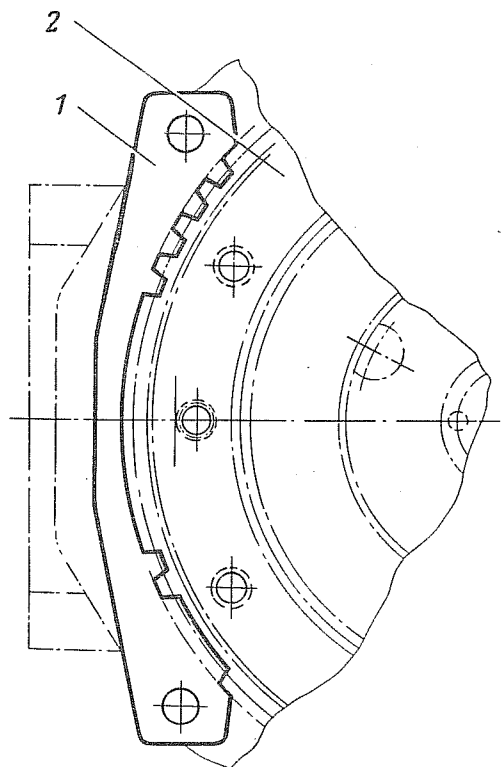
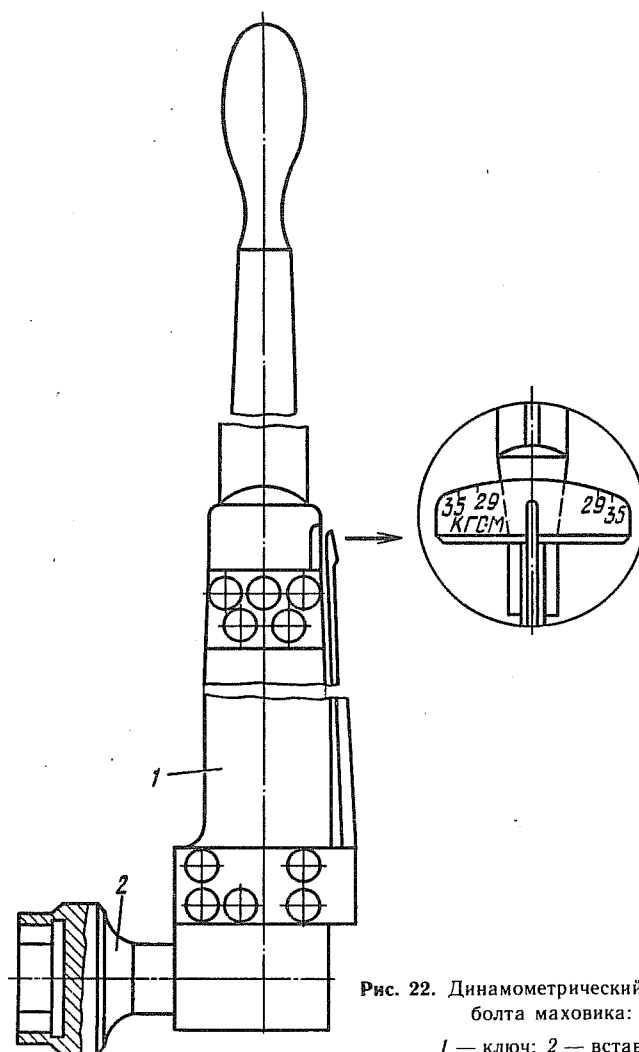

Рис. 19. Стопор маховика:
Рис. 22. Динамометрический ключ для болта маховика:
3.3. Застопорить маховик от проворачивания, отвернуть болты 2 крепления кожуха к маховику, снять нажимной диск 4 с кожухом в сборе и ведомый диск 3 (стопор, рис. 19; головка 12, вороток).
4.3. Застопорить маховик 54 (рис. 29) от проворачивания и закрепить болтом 56 с пружинной шайбой 55 (стопор, рис. 19; ключ динамометрический для болта маховика, рис. 22; емкость для смазки).